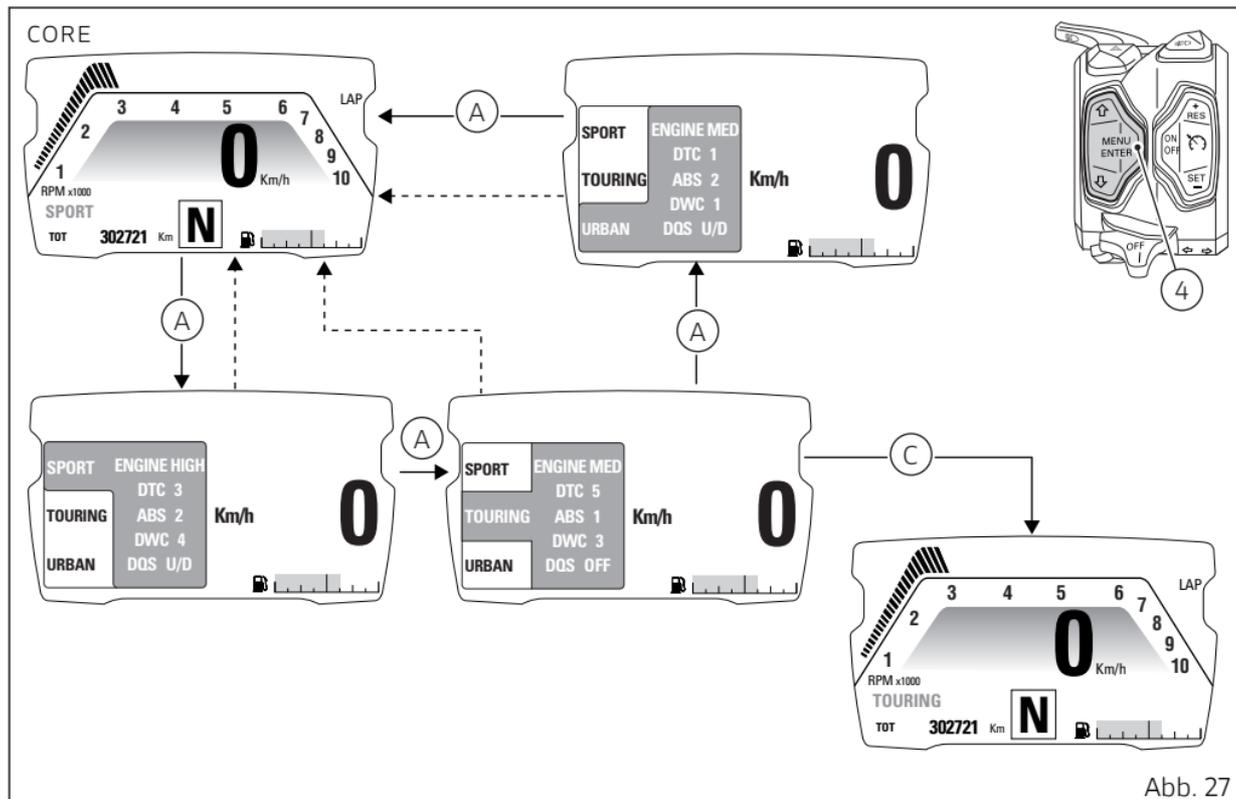

Abb. 27
Auf jedes Drücken der Taste MENÜ BESTÄTIGEN (4) wird der Riding Mode mit den zugeordneten anzeigbaren Parametern (A, Abb. 27) markiert.
Wurde der gewünschte Riding Mode (A, Abb. 27) markiert, muss er durch zwei Sekunden langes Drücken der Taste MENÜ BESTÄTIGEN (4) bestätigt werden: Der Wechsel des Riding Modes wird gespeichert und die Standard-Anzeige (C, Abb. 27) des gewählten Riding Modes wird aktiviert. Wurde der gewünschte Riding Mode markiert und die Taste MENÜ BESTÄTIGEN (4) nicht innerhalb von 5 Sekunden gedrückt, erfolgt kein Wechsel des Riding Modes und die Standard-Anzeige wird erneut aktiviert.